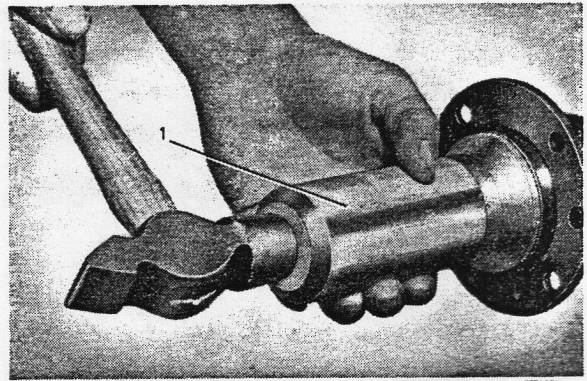

Bild 5-20. Lagerring einbauen
3. Hinterachslager mit Kugellagerfett füllen und Achswelle (11. Bild 5-55) mit aufgezogenem Lager einführen. Äussere Lagerringe mit Buchse SVO 1807 einbauen, siehe Bild 5-20.